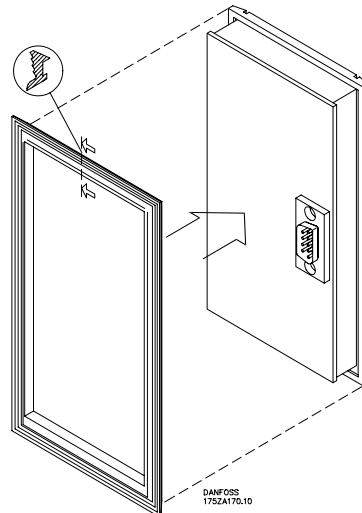

Fig. 4 / Abb. 4
2. Pakningen monteres på betjeningsenheden. Se fig. 4.
2. Mount the gasket on the control unit. See fig. 4.
2. Die Dichtung auf der Fernbedieneinheit montieren. Siehe Abb. 4.